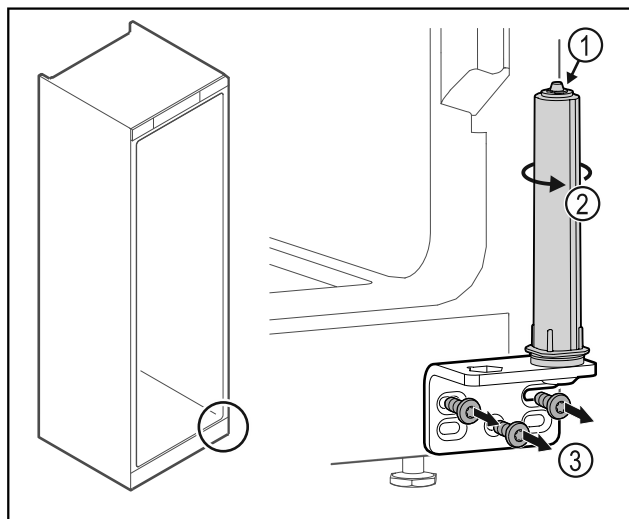

Fig. 38
- ▶ Не разглобявайте затварящата система на вратата Fig. 38 (1).
- ▶ Въртете затварящата система Fig. 38 (2), докато тя щракне.
- ▶ Развийте ъгъла на пантата Fig. 38 (3).